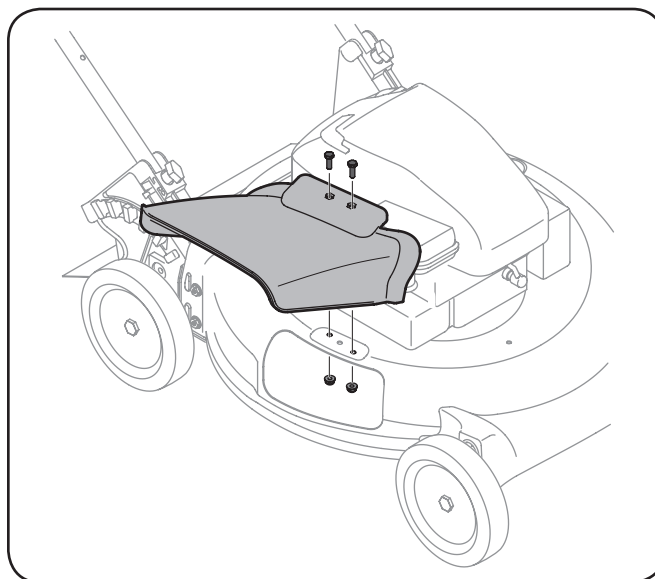

Figure 3-7
- Alinee los orificios en el canal deflector con los orificios correspondientes en la superficie de la plataforma. Vea Figure 3-7.